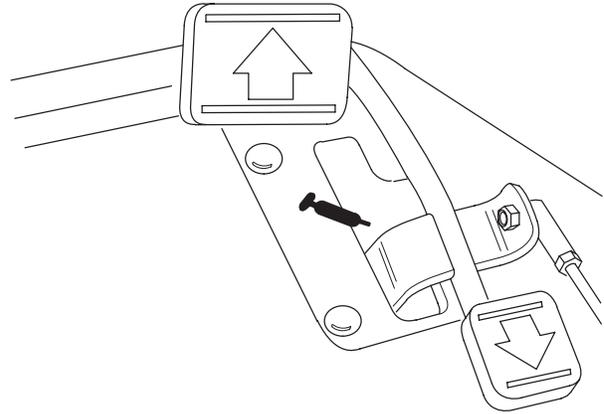

Bild 34
- Fahrpedal-Drehlager (1) (Bild 34)